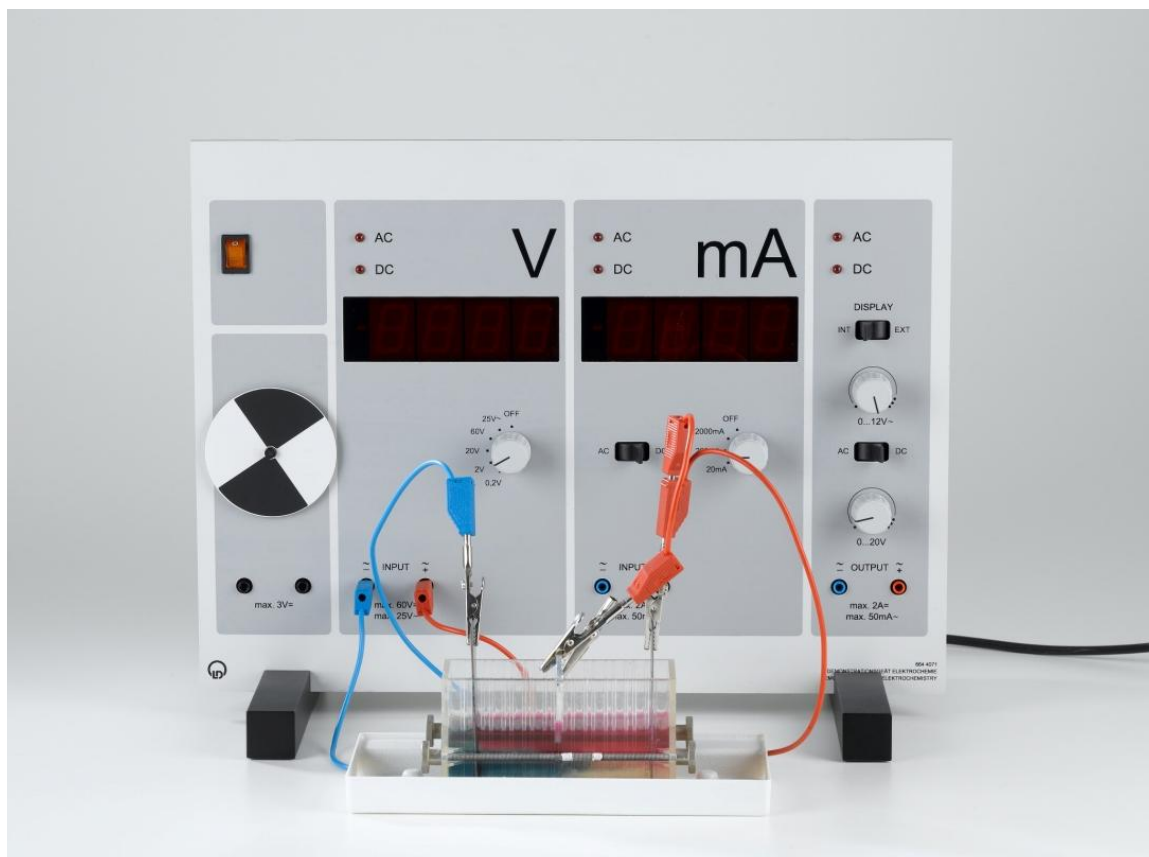

Abb. 1: Versuchsaufbau.
1. Das Demogerät Elektrochemie in die beiden Standfüße stellen, ans Netz anschließen und mit dem Schalter (18) einschalten.
4. Die Eisen-Elektroden jeweils in die erste Nut vom Rand einsetzen. Das Stück Magnesiumband mit einer Schnabelklemme in der Mitte des Zelltrögs am Rand befestigen (siehe Abb.1). Die Vorgänge an der Magnesium-Elektrode und der Eisen-Elektrode beobachten und notieren.